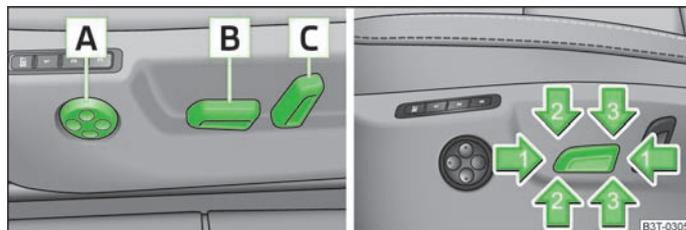

Fig. 55 Elementi di comando per la regolazione elettrica dei sedili
- Premere l'interruttore **B** in avanti o indietro in direzione della freccia » fig. 55 1.